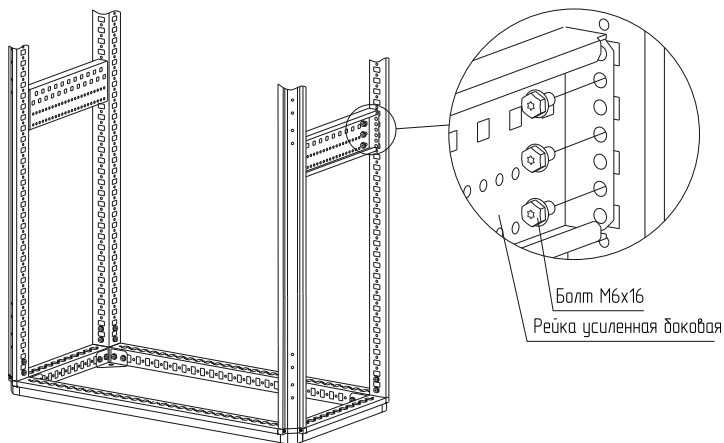

Рисунок 37
4.20.2 Установите рейку усиленную боковую на соответствующую высоту и закрепите болтами М6×16 (рисунок 37). Момент затяжки – 7 Н·м. Болты приобретаются отдельно.